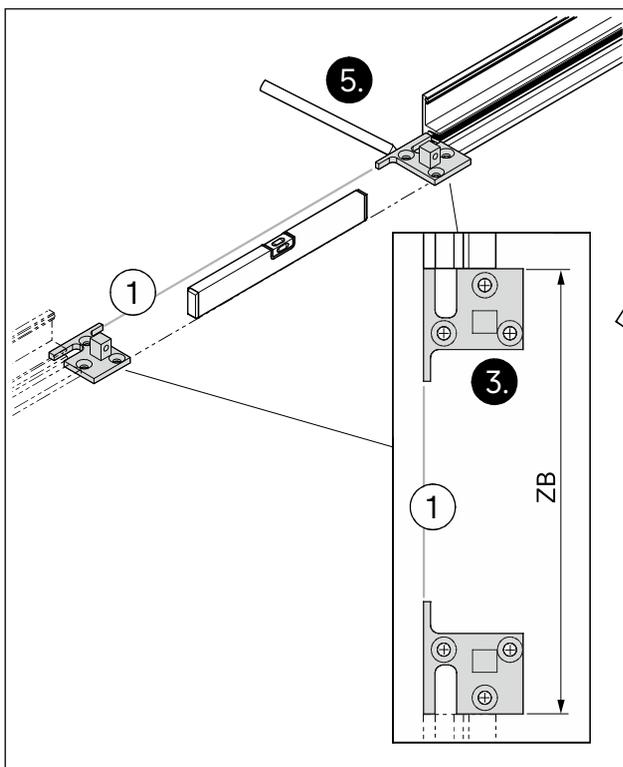

Abb. 20 Die Zargenpositionierer ausrichten
3. Die Zargenpositionierer gemäß der Zargenbreite (ZB) und bündig zur Flucht der Anlage an beiden Seiten der Durchgangsöffnung ausrichten (Abb. 20).